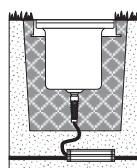

Abb. 5
- 4) In Park- und Gartenanlagen in Beton mit Kies (**Abb. 5**)